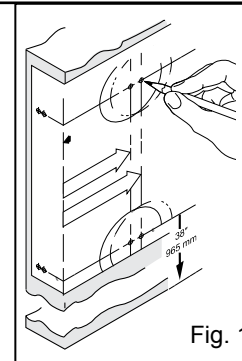
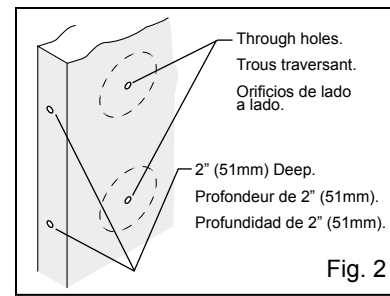
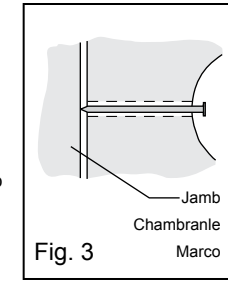

Fig. 1
Fig. 2
Fig. 3
**A.** Follow steps 1 through 3 of template (see fig. 1). **B.** Drill 1/8" (3mm) diameter pilot holes where marked (see fig. 2). **C.** Drill the 2-1/8" (54mm) hole about halfway through door, then finish drilling from the other side to prevent splintering. **D.** Mark location for strike plate holes in door jamb, by closing door and pressing a 2" (51mm) common nail from inside 2-1/8" (54mm) hole through pilot hole until nail makes indentation in door jamb (see fig 3). **E.** Drill 1" (25mm) diameter holes in door edge and jamb. Drill the top hole in jamb a minimum of 1" (25mm) deep and the bottom hole 5/8" (16mm) deep. **F.** Trace face of latches in door edge and chisel out area 5/32" (4mm) deep. **G.** Center appropriate strike over holes in door jamb and trace outlines. Chisel out area 1/16" (1,6mm) deep for bottom strike and 5/64" (2mm) deep for top strike. Place strikes on jamb and mark screw hole centers. For top strike, drill 1/8" (3mm) diameter pilot screw holes a minimum of 1-1/2" (38mm) deep. For bottom strike, drill 3/32" (2mm) diameter pilot screw holes a minimum of 1/2" (13mm) deep. **H.** Continue by following steps of INSTALLATION INSTRUCTIONS on reverse side.
**A.** Suivre les étapes 1 à 3 du gabarit (voir figure 1). **B.** Percer des trous-pilotes de diamètre 1/8" (3mm) aux endroits marqués (voir figure 2). **C.** Percer le trou de 2-1/8" (54 mm) jusqu'au milieu de la porte environ, puis finir de percer à partir de l'autre côté afin d'éviter l'éclatement du bois. **D.** Marquer l'emplacement des trous de la gâches sur le chambranle de la porte en fermant la porte et en poussant un clou ordinaire de 2" (51mm) de l'intérieur du trou de 2-1/8" (54mm) par le trou-pilote jusqu'à ce que le clou fasse une marque sur le chambranle de la porte (voir figure 3). **E.** Percer les trous de diamètre 1" (25mm) dans le bord de la porte et le chambranle. Percer le trou supérieur dans le chambranle au moins 1" (25mm) de profond et le trou inférieur 5/8" (16mm) de profondeur. **F.** Tracer la face des verrous sur le bord de la porte et couper au ciseau sur une profondeur de 5/32" (4 mm). **G.** Centrer la gâche appropriée sur les trous dans le chambranle de la porte et tracer le pourtour. Mortaiser la surface tracée sur une profondeur de 1/16" (1,6mm) pour la gâche inférieure et 5/64" (2mm) pour la gâche supérieure. Placer les gâches sur le chambranle et marquer le centre des trou de vis. Percer des trous-pilotes de 1/8" (3mm) de diamètre sur une profondeur minimale de 1-1/2" (38mm) pour la gâche supérieure. Percer des trous-pilotes de 3/32" (2mm) de diamètre sur une profondeur de 1/2" (13mm) pour la gâche inférieure. **H.** Continuer en suivant les étapes des INSTRUCTIONS D'INSTALLATION au verso